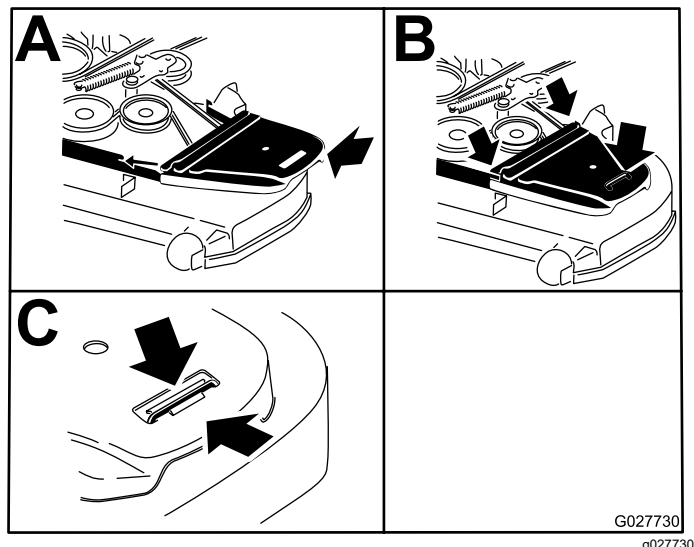

Figura 63
12. Montate i copricinghia e i relativi bulloni (Figura 63).